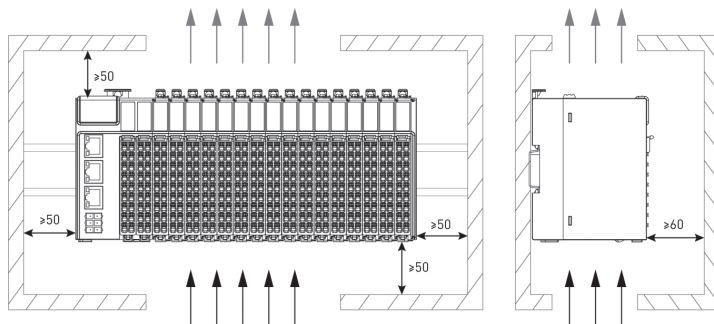

Рисунок 12. Условия соблюдения естественного теплоотвода
4. Теплоотвод осуществляется за счёт естественной конвекции. Для обеспечения нормального теплового режима необходимо соблюдать следующие условия (рисунок 12):